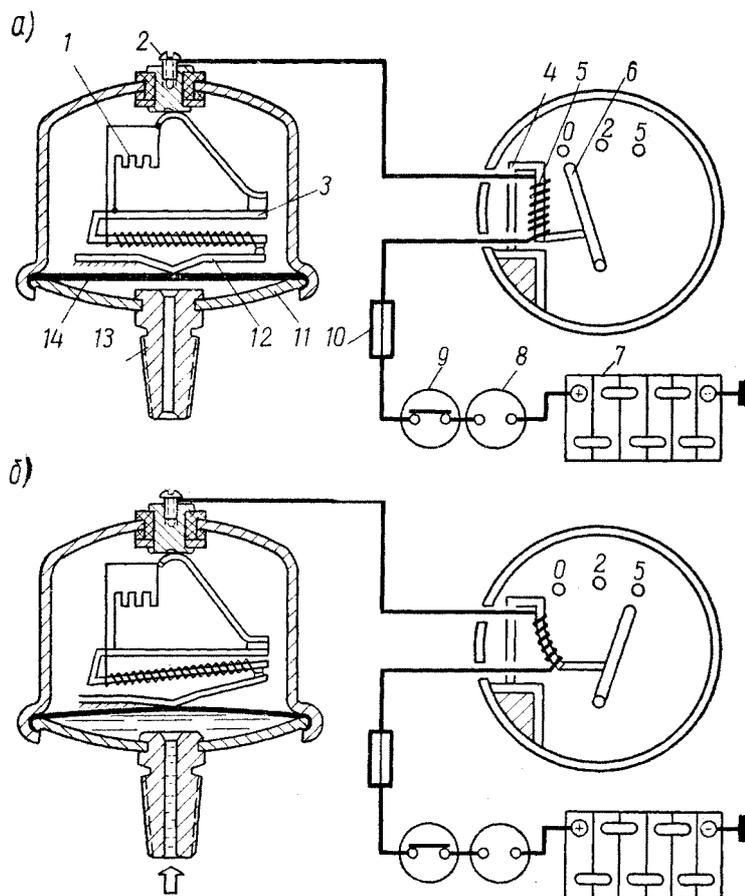

Рис. 228. Устройство и схема указателя давления масла ▶:
**Указатель давления масла** (рис. 228) работает только при включенном зажигании. Пределы шкалы прибора  $0$ — $5\text{ кг/см}^2$ .